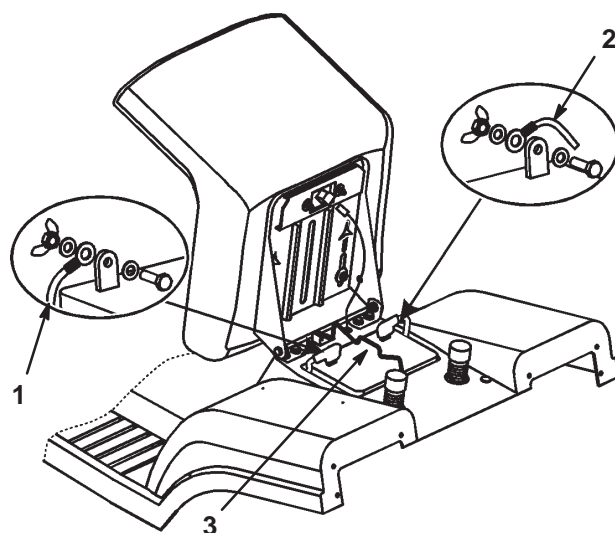

Bild 27
7. Klemmen Sie das Minuskabel (schwarz) vom Batteriepol ab (Bild 27).
9. Klemmen Sie das (rote) Pluskabel vom Batteriepol ab (Bild 27).
10. Entfernen Sie die Batteriebefestigungsstange (Bild 27).
1. Setzen Sie die Batterie in das Chassis ein. Die Pluspole sollten zur Vorderseite des Traktors zeigen (Bild 27).
2. Befestigen Sie die Batterie mit den Klemmstangen am Chassis (Bild 27).
3. Schließen Sie das Pluskabel (rot) mit der Schraube und der Flügelmutter am (+) Pluspol an (Bild 27). Schieben Sie die Gummiabdeckung über den Batteriepol.
4. Schließen Sie das (schwarze) Minuskabel mit der Schraube und Flügelmutter am (-) Minuspol an (Bild 27). Schieben Sie die Gummiabdeckung über den Batteriepol.